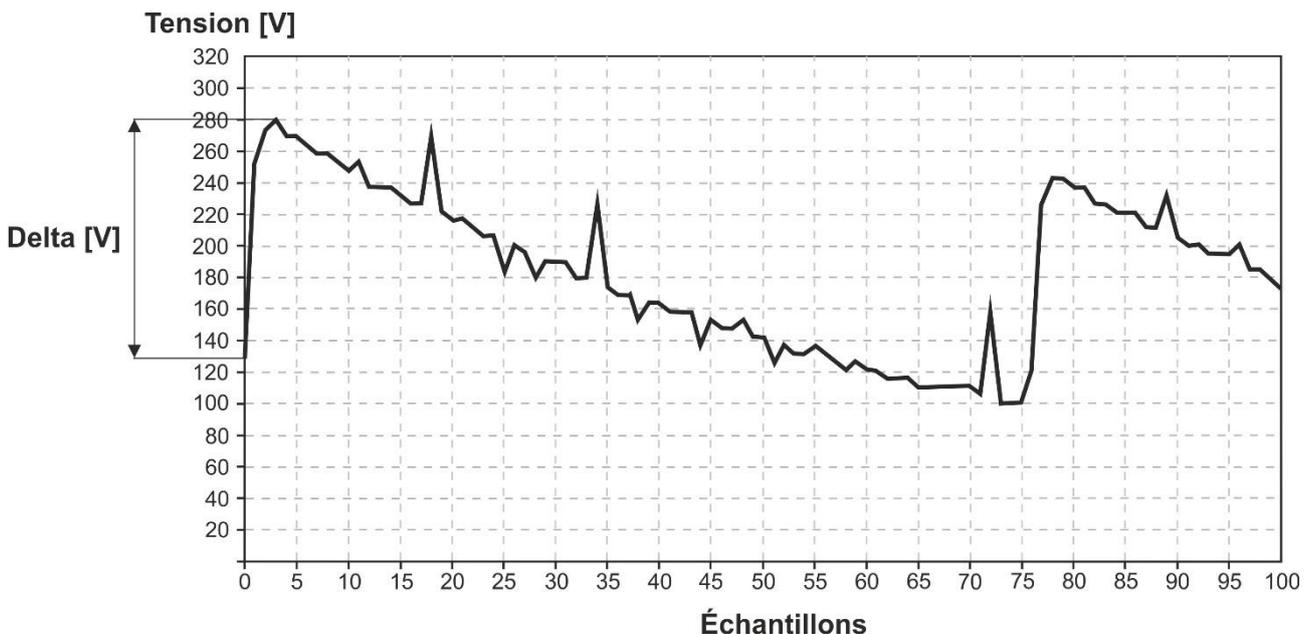

Fig. 92: Analyse transitoire de tension rapide
2. L'instrument mesure toujours **1000 échantillons de 1µs** du signal qu'il sous-échantillonne ensuite en fonction de la fenêtre d'observation définie et enregistre **seulement 100** (voir Fig. 92) afin d'économiser la mémoire interne (par exemple si Fenêtre = 100µs → spike détecté et 100 valeurs disponibles avec résolution 1µs ; si Fenêtre = 200µs → spike détecté et 100 valeurs disponibles avec résolution 2µs et ainsi de suite)
3. L'instrument enregistre un **Delta [V]** égal à la **différence entre la valeur instantanée de tension pré-spike et la valeur de pic du spike** (voir Fig. 92)